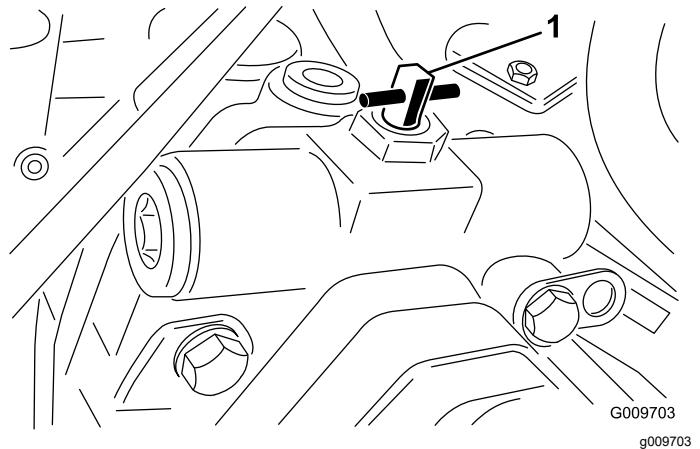

図 101
7. 走行ポンプについている牽引移動用バイパスバルブを90° 1/4回転回して開く。左右どちらの方向に回してもよい図 101。
2. 走行ポンプについている牽引移動用バイパスバルブを 90° 1/4 回転回して開く。左右どちらの方向に回してもよい 図 101。